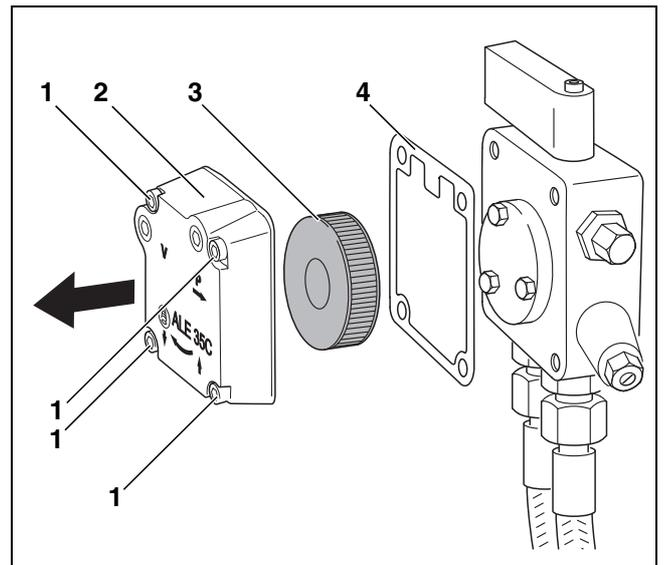

Bild 25 Ölpumpenfilter prüfen – Ölpumpe Danfoss
- ▶ Die vier Innensechskantschrauben (→ Bild 25, [1]) lösen.
- ▶ Gehäusedeckel (→ Bild 25, [2]) abnehmen.
- ▶ Ölpumpenfilter (→ Bild 25, [3]) herausnehmen.
- ▶ Dichtung (→ Bild 25, [4]) auf Beschädigung prüfen und ggf. austauschen.
- ▶ Ölpumpenfilter (→ Bild 25, [3]) mit Waschbenzin reinigen, ggf. austauschen und wieder in die Ölpumpe einbauen.